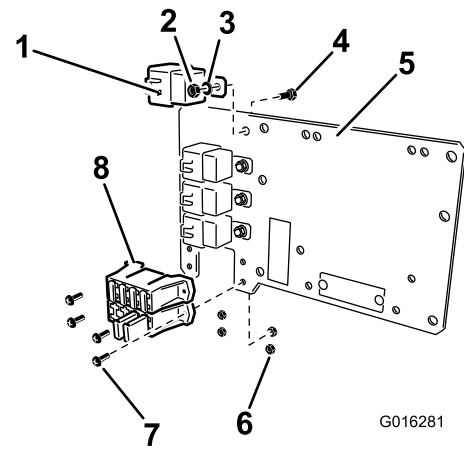

Figura 12
1. Fissate 4 relè alla piastra di appoggio () mediante 4 bulloni (1/4 x 5/8 poll.), 4 rondelle di bloccaggio (1/4 pollice) e 4 dadi &Nut1_4 come illustrato in Figura 12.
2. Fissate le estremità del portafusibili del cablaggio alla piastra di appoggio mediante 4 viti (n. 10) e 4 dadi (n. 10), come illustrato in Figura 12.